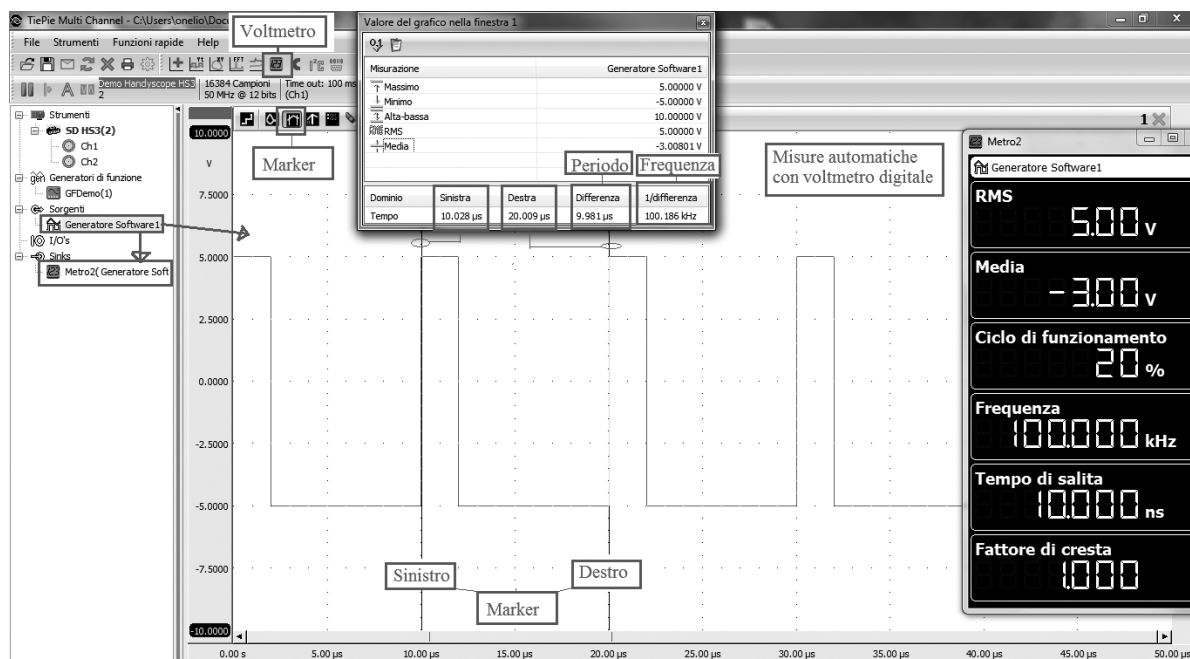

FIGURA A.18 Esempio di misure con lettura diretta dei valori tramite voltmetro digitale.
L'analisi di un segnale a onda rettangolare con duty cycle del 20% (o segnale a treno di impulsi) tramite il software TiePie MultiChannel è possibile utilizzando come sorgente un *generatore software* (virtuale), agendo nel seguente modo (FIGURA A.18): si clicca col tasto destro sull'icona *Sorgenti* posta sotto gli strumenti (barra sinistra); si seleziona *Generatore Software*; cliccando col tasto destro si scelgono: Tipo Segnale (Quadra), Frequenza (100 kHz), Fase (0°), Ampiezza (5 V), Offset (0), Simmetria (20%).
Attraverso i cursori e con il voltmetro si possono così determinare in modo automatico i valori dei parametri da misurare (FIGURA A.18): $V_{RMS} = 5$ V; valor medio -3 V; duty cycle 20%; frequenza $f_0 = 100$ kHz; tempo di salita: 10 ns; fattore di cresta: 1. I risultati sono in accordo con quanto si calcolerebbe con la teoria.
¹² $N = 5$ kcampioni e $f_c = 100$ MHz si ha la finestra temporale di FIGURA A.18: $W = N/f_c = 50$ μs.